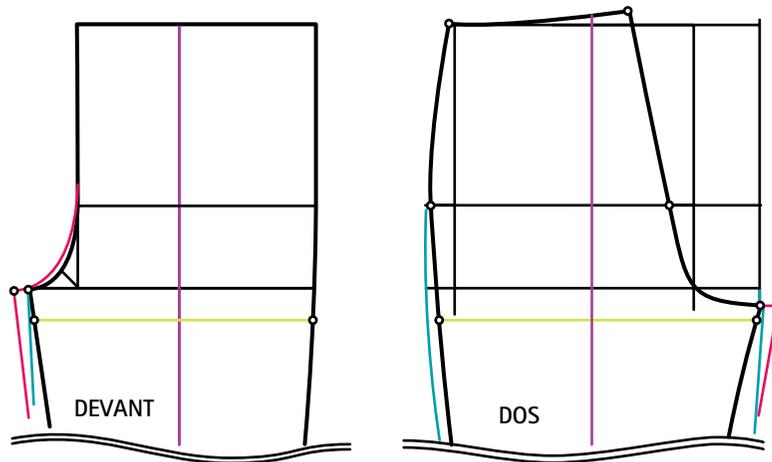

FIG. 1
2. Si la différence entre le tour de cuisse réel et celui sur le patron est plus importante (3 cm et plus), il faut augmenter l'enfourchure proportionnellement sur le devant et sur le dos (fig. 1, en rouge) et décaler la courbe d'enfourchure en augmentant la valeur de la bissectrice.